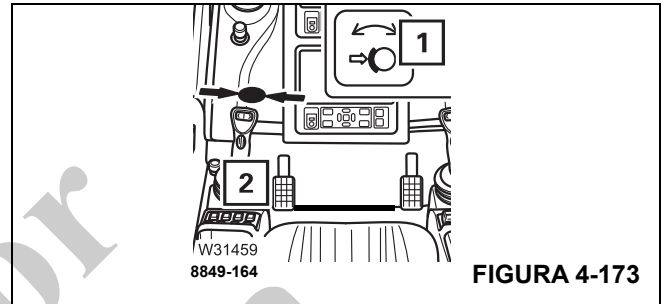

**FIGURA 4-172**
La luz (1), (Figura 4-172), se extinguirá si el freno de giro se ha liberado.